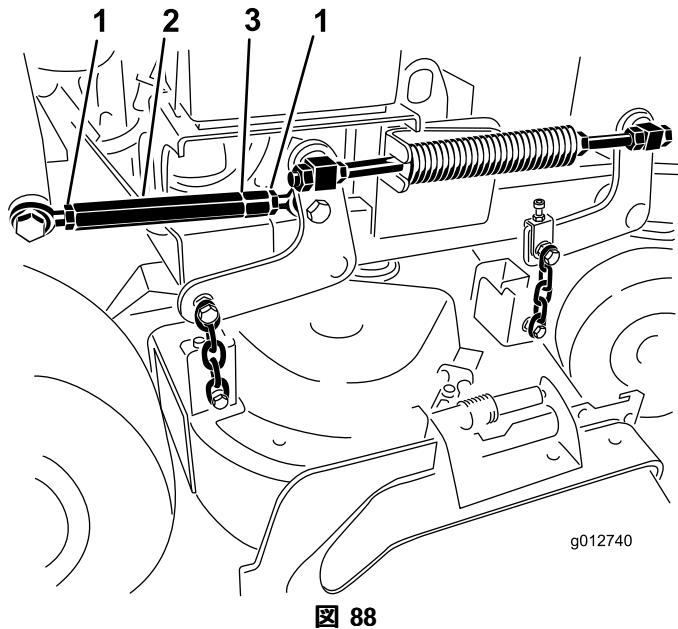

図 88
7. ターンバックルの両端にあるジャムナットをゆるめる(図 88)。
- 注** ターンバックルの端部に溝が切ってある側のネジは左ネジですから注意してください(図 88)。